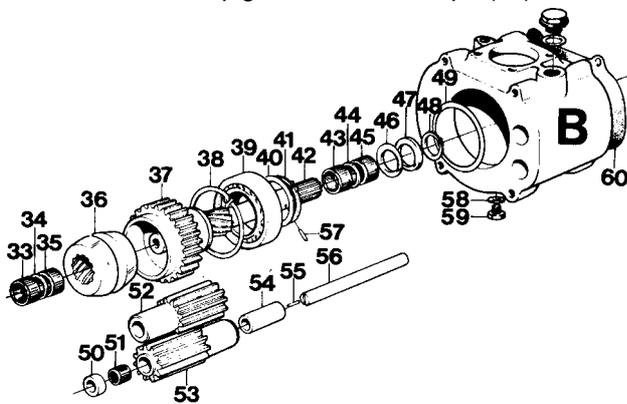

Fig. 12
1. Mettre le circlips (38, fig. 12) dans le carter.
2. Enfoncer le roulement (39) dans le carter au moyen du mandrin 884500.
4. Enfoncer le pignon (37) dans le roulement (39) en se servant du mandrin 884263. Remarque : l'outil d'appui 884488 doit être adapté à la bague intérieure du roulement. Veiller à ce que les dents des pignons s'engagent bien dans les entredents des satellites.
5. Les cales (40) existent dans deux épaisseurs différentes : 0,05 mm et 0,10 mm. Poser une épaisseur de cale de manière à éliminer tout jeu éventuel. Retirer ensuite une cale de 0,05 mm. Verrouiller le pignon avec le circlips (41).
1. Enfoncer les goupilles de positionnement (55, fig. 12) dans le carter avant jusqu'à ce qu'elles arrivent à environ 2 mm au-dessus du plan de jonction.
1. Enfoncer les goupilles de positionnement (55, fig. 12) dans le carter avant, jusqu'à ce qu'elles dépassent d'environ 2 mm au-dessus du plan de jonction.
## Réassemblage du carter avant avec le carter intermédiaire MSB (Fig. 12 et 14)
1. Visser en place le bouchon de vidange, (59, fig. 12). Remarque : Mettre un joint aluminium.